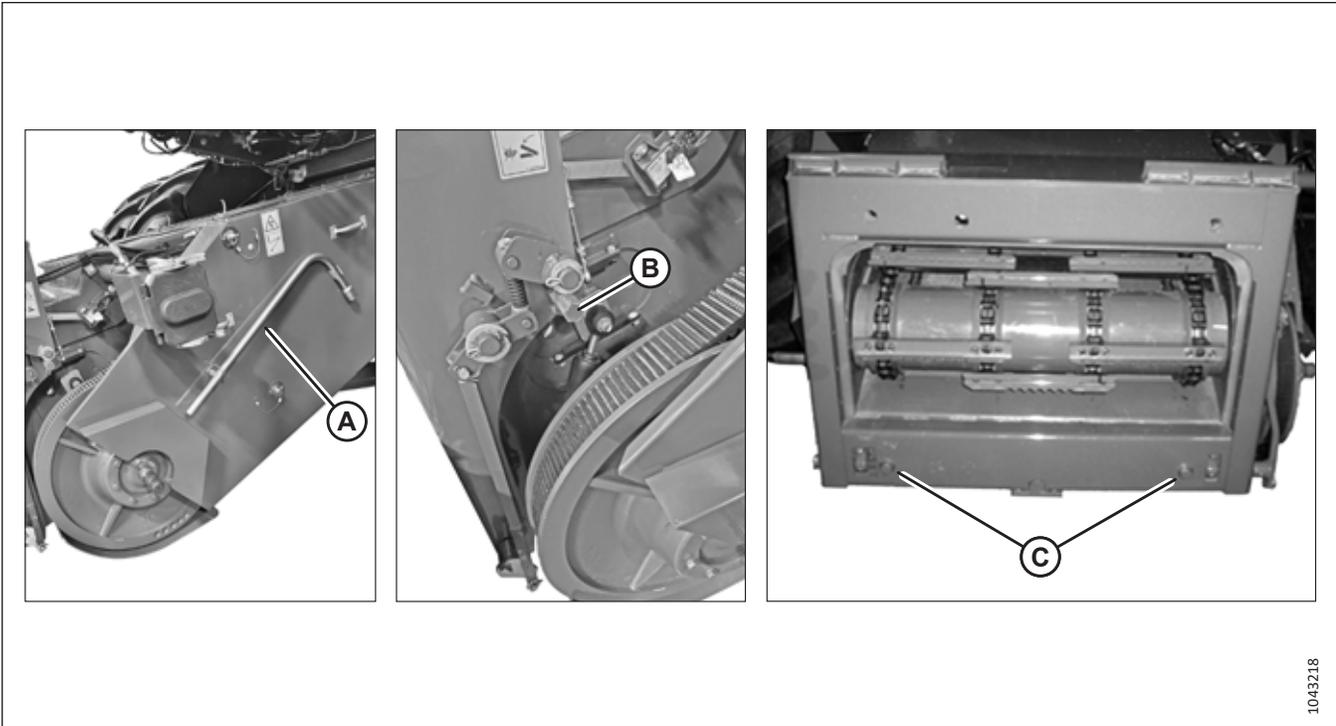

Figure 4.14: Convoyeur
Assurez-vous que les goupilles d'alignement (C) (voir figure 4.14, page 68) du convoyeur s'alignent avec les trous (B) dans le châssis du module de flottement.